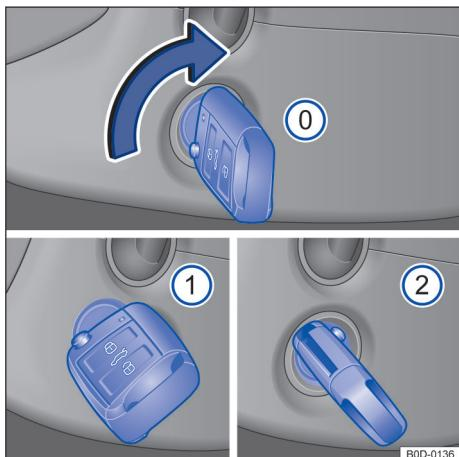

图 81 在方向盘旁右侧：车辆钥匙在点火开关中的位置
车辆钥匙位置 → 图 81
- **带点火开关的车辆：**将车辆钥匙转动至位置 → 图 81 ①。点火开关已接通。
→ 图 81 ②，勿踩油门踏板。发动机一旦起动立即松开车辆钥匙。松开车辆钥匙后，钥匙返回位置 → 图 81 ①。
① 提示
如发动机未起动，则严禁在挂入挡位且车辆钥匙位于点火开关的位置 → 图 81 ② 的情况下，将起动机用于行驶或牵引启动，如当燃油箱无燃油时。否则可能损坏起动机。
- **带点火开关的车辆：** 将车辆钥匙拧至位置 → 图 81 ①。